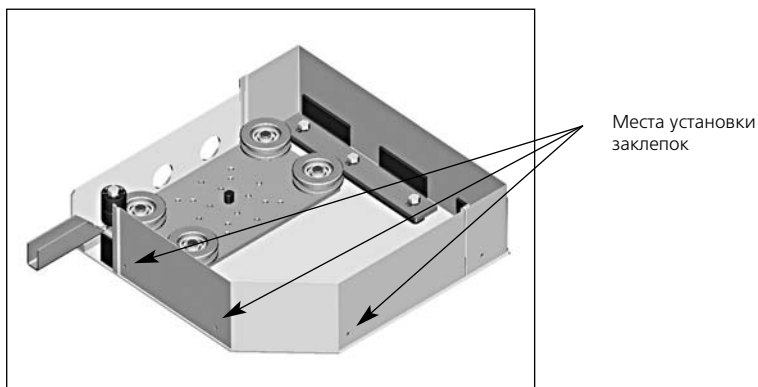

Рис.4.3.
4.13. Установить крышку корпуса, закрепить ее заклепками (рис.4.3).